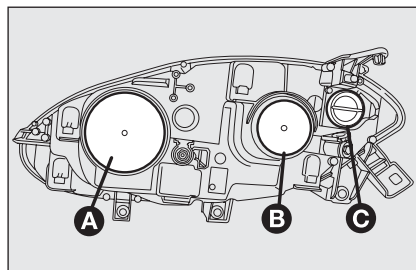
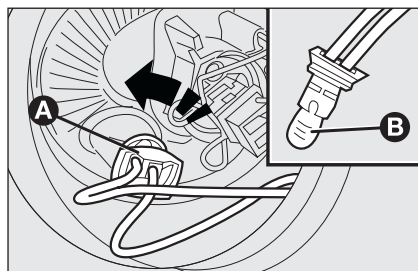

fig. 19
fig. 21
GRUPPI OTTICI ANTERIORI fig. 19
- ☐ rimuovere il coperchio di protezione **B**-fig. 19;
- ☐ rimontare correttamente il coperchio di protezione **A**-fig. 19.
- ☐ rimuovere il coperchio di protezione **A-fig. 19**;
- ☐ ruotare in senso antiorario il portalampada **A-fig. 21** e sfilarlo;
- ☐ rimontare la nuova lampada, inserire nuovamente il portalampada **A-fig. 21** quindi rimontare correttamente il coperchio di protezione **B-fig. 19**.
- ☐ rimontare correttamente il coperchio di protezione **B-fig. 19**.
- ☐ ruotare in senso antiorario il coperchio di protezione **C-fig. 19**;